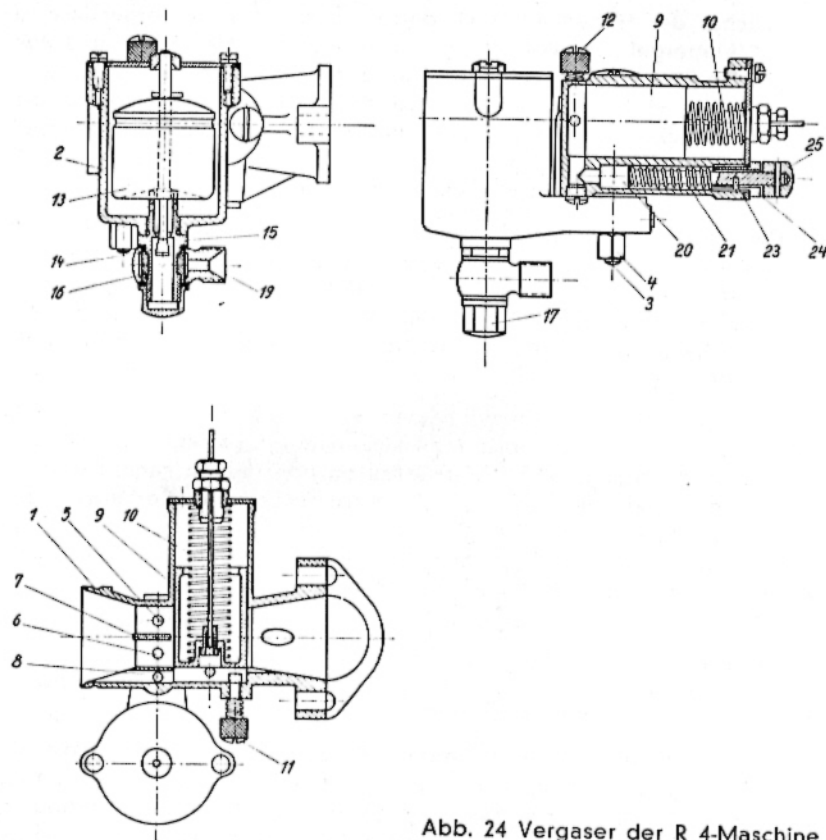

Abb. 24 Vergaser der R 4-Maschine
Beim Schwimmergehäuse der **R 3- und R 4-Maschine** schraubt man die Mutter **17** (Abb. 24) ab und reinigt das in dem Leitungsanschlußstück **19** befindliche Sieb mit Kraftstoff. Nach Abnehmen des Schwimmergehäusedeckels und Herausziehen des Splintes aus der Schwimmernadel kann auch hier letztere nach unten und der Schwimmer nach oben herausgenommen und gereinigt werden.
b) Vergaser der R 3- u. R 4-Maschine. Es wird ein Sum-Register-Vergaser mit drei Kraftstoffdüsen verwendet, dessen Bedienung mittels Bowdenzuges vom rechten Drehgriff aus erfolgt. Die drei Kraftstoffdüsen sind so zueinander abgestimmt, daß selbst bei Kraftstoffwechsel kein Düsenwechsel vorgenommen werden muß. Abb. 24.